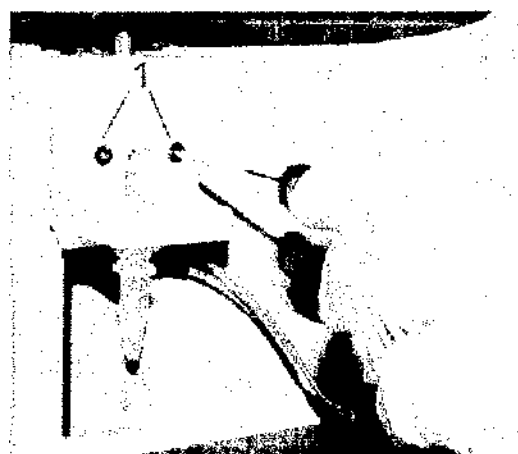

Рис.77: Выкручивание крепежных винтов
15. Закрепить иглу введения на диске редукторного электромотора (рис. 77) с помощью крепежного винта (рис. 68/1).
8. Переместить подъемник вверх и выкрутить 2 крепежных винта (рис. 77/1) с помощью шестигранного ключа (SW 2).